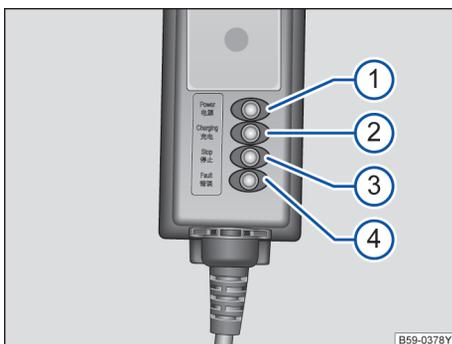

图 117 充电电缆上的控制盒
⇒ 图 117 的图例：
插上电源插头，显示⇒图 117 ① 亮起。
在高压蓄电池充电期间，显示⇒图 117 ② 常亮。
显示⇒图 117	含义和补救措施